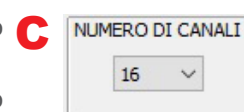

Fig. 64
In alto a destra è presente il riquadro NUMERO DI CANALI (C) in cui è possibile definire il numero di canali che compongono il flusso in uscita (fig. 64); il valore di default è di 16 canali.